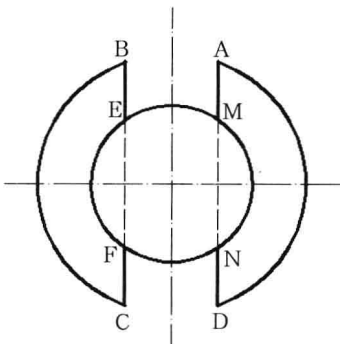

图 4-5-27
(10) 单击“打断于点”按钮, 单击直线 EC, 捕捉并单击 F 点, 将直线 EC 打断为 EF 和 FC 两条直线。用同样的方法, 将直线 AD 打断为 AM、MN 和 ND 三条直线。
(11) 在“常用”选项卡“特性”面板中, 选择虚线名称, 再单击直线 EF 和 MN, 按 Enter 键, 此时直线 EF 和 MN 的线型改为虚线, 按 Esc 键, 取消选择, 如图 4-5-27 所示。